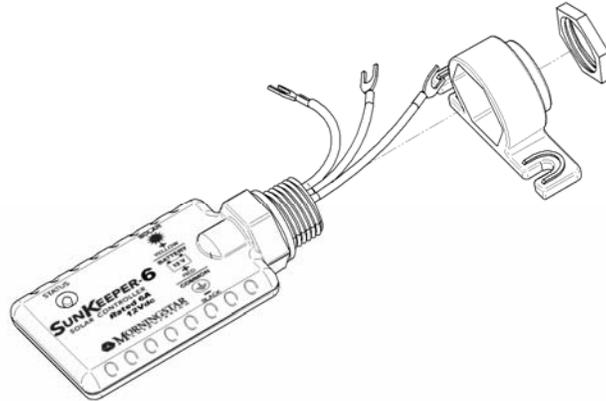

Abbildung 3. Befestigungsfuß-Baugruppe
2. Den SunKeeper, die Befestigungsfüße und die Befestigungsmutter gemäß Abbildung 3 montieren.
4. Mittels eines Bohrers mit einer 3 mm (0,125 Zoll) Bohrer Spitze Vorbohrungen für beide in Schritt (3) markierte Befestigungsschrauben bohren.
5. Den SunKeeper auf der Oberfläche positionieren und die zwei (2) Schlitze für die Befestigungsfüße auf die Vorbohrungen ausrichten. Den SunKeeper mittels M5 (Nr. 10) Zylinderschrauben (nicht mitgeliefert) auf der Oberfläche befestigen.